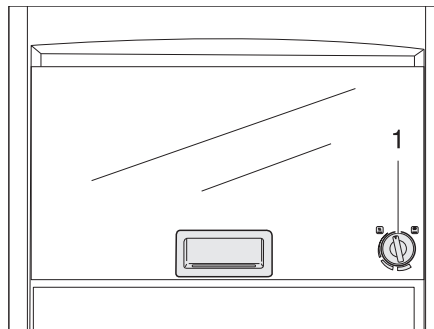

Bild 234 Gasbackofen (Dometic)
- Den Drehregler (Bild 234,1) leicht drücken und nach links auf eine beliebige Position drehen.
- Den Drehregler (Bild 234,1) auf "O" drehen. Die Flamme erlischt.